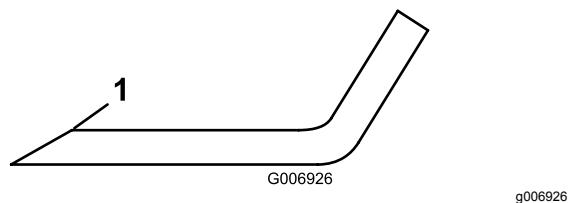

図 66
- 全部のブレードの切っ先を丁寧に点検する。切っ先が鈍くなっていたり欠けていたりした場合には研磨する。研磨は刃先の上面だけに行い、刃の元々の角度を変えずに刃先を鋭利にする図 66。
- 刃先に摩耗や欠けがある場合には研磨するが、研磨は刃先の上面だけに行い、刃の元々の角度を変えないように十分注意する図 66。